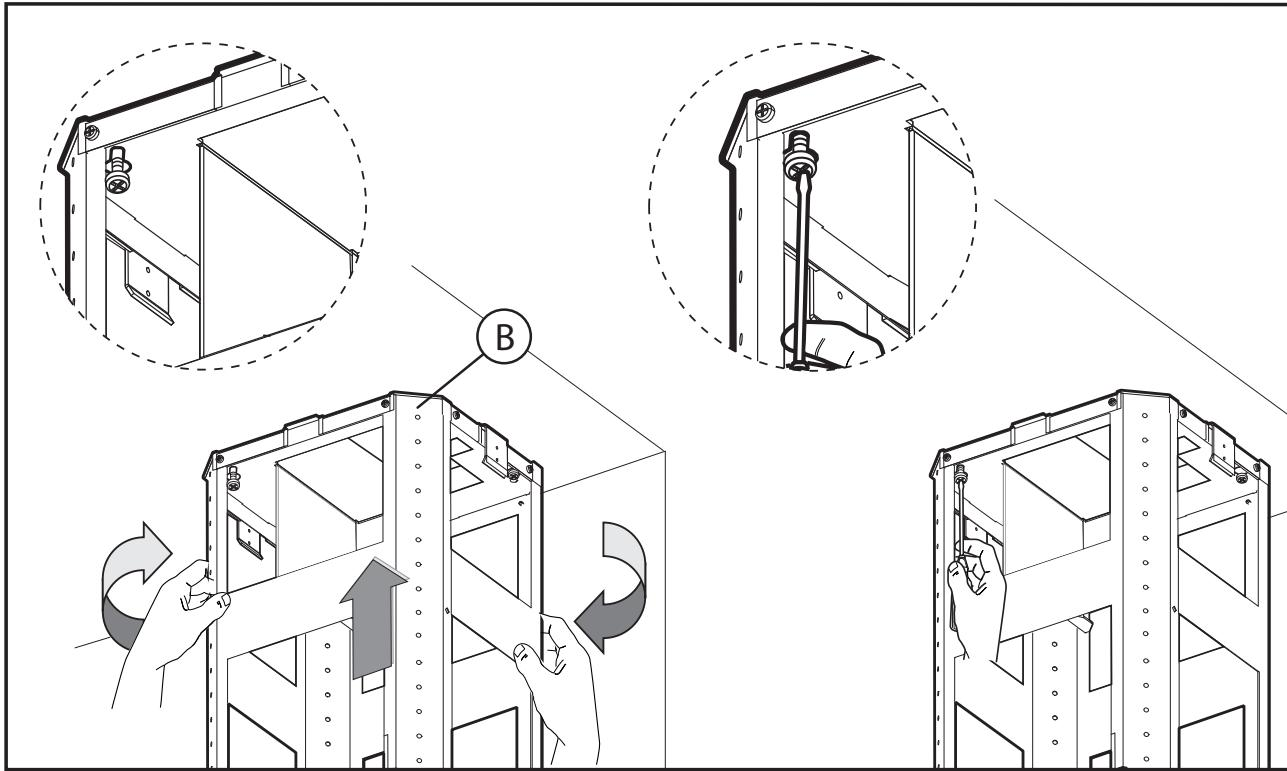

Fig.3
- Prendre la partie supérieure de la structure **B** (**Fig.3**) et l'insérer sur les 3 vis pas vissées complètement correspondant avec les 3 orifices fendus. Faire une petite rotation pour l'encastrement (**Fig.3**). Visser la quatrième vis **X** et serrer les 3 autres qui restent pour permettre le blocage définitif de la partie supérieure de la structure **B**.
Fig.3: Fixer le déviateur d'air **A** sur l'étrier de support par la vis **B** comme il est indiqué dans le visuel. Une fois que le déviateur d'air **A** a été fixé, il faut connecter le tube flexible (**TUYAU CIRCULAIRE DE 6" FLEXIBLE EN MÉTAL NON INCLUS**).